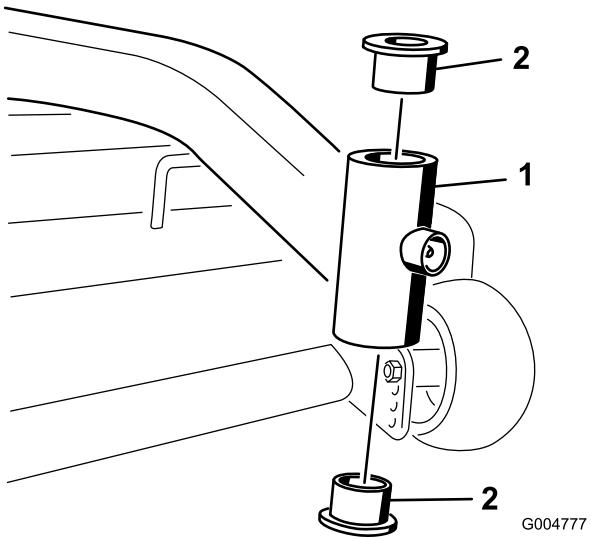

Figure 41
4. Insérez un chasse-goupille dans le tube de montage et chassez les bagues avec précaution (Figure 41). Nettoyez l'intérieur du tube de montage.